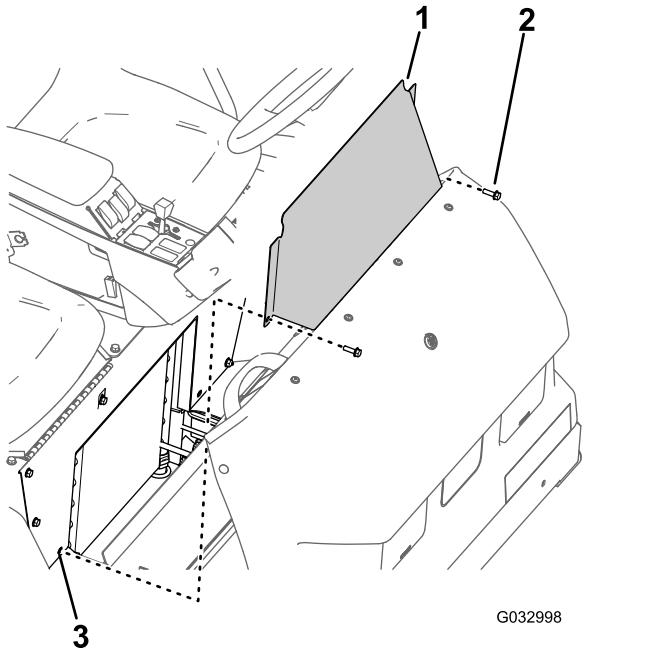

Figure 66
- Retirez les 2 boulons à embase qui fixent le panneau d'accès à la base du siège (Figure 66).
- Déposez le panneau d'accès à la base du siège de la machine (Figure 66).
- Alignez les trous du panneau d'accès et les trous dans la base du siège (Figure 66).
- Fixez le panneau d'accès à la base du siège au moyen des 2 boulons à embase (Figure 66) retirés à l'opération 1 de la section Dépose du panneau d'accès à la base du siège (page 57).